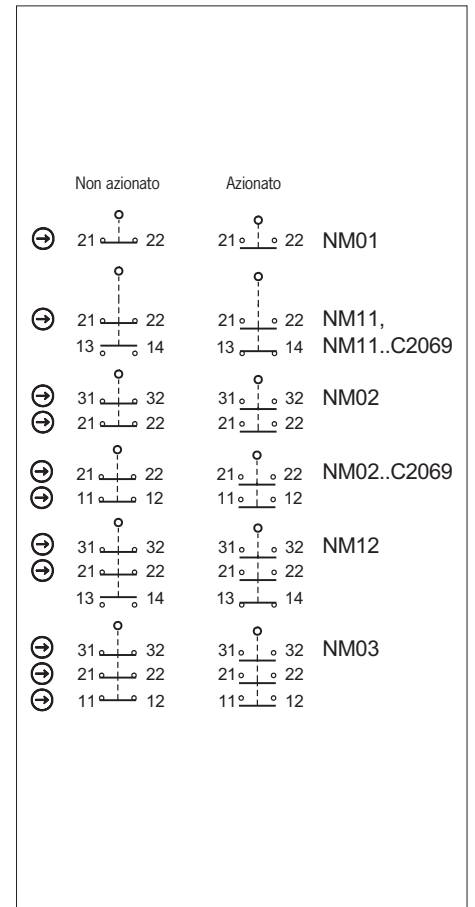

Fig. 7: Microinterruttori e commutazioni
Occorre utilizzare almeno un contatto \ominus . Questo segnala la posizione del riparo (per la disposizione dei contatti vedere Fig. 7).
3. Collegare e serrare i morsetti con una coppia di 0,5 Nm (per la disposizione dei contatti vedere Fig. 7).